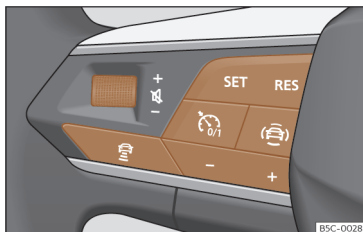

Fig. 137 No volante multifunções: botões para utilizar o ACC.
- Pressione o botão do volante multifunções >>> **Fig. 137**.
- Para começar a regulação pressione o botão **SET** >>> **Fig. 137**.
Para programar a velocidade pressione os botões + ou - >>> **Fig. 137** até à velocidade pretendida. O ajuste de velocidade realiza-se em intervalos de 10 km/h (5 mph).
- Pressionar o botão e, em seguida, o botão + ou - >>> **Fig. 137**.
>>> **Fig. 137** ou pressione o pedal do travão.